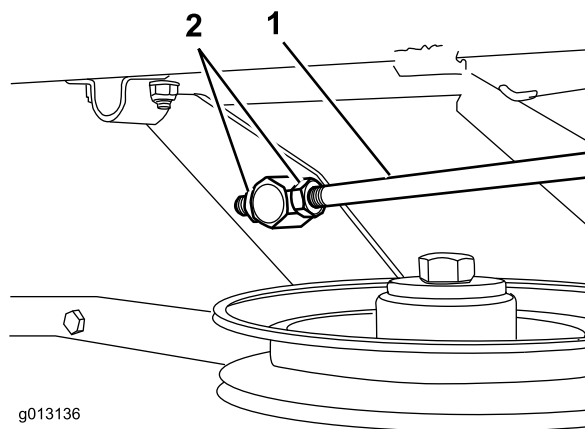

Bild 42
2. Stellen Sie die Länge des Verbindungsgestänge (an der linken Seite der Maschine) ein, um den richtigen Höhenabstand zwischen der vorderen und hinteren Spitze des linken Messers zu erhalten (Bild 42).